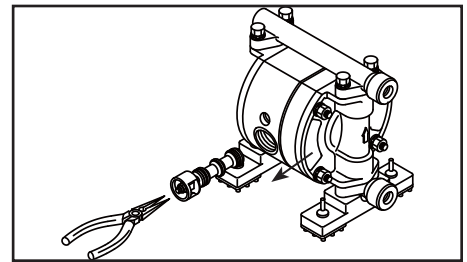

Figura 32
- Extraiga el conjunto de la válvula de carrete C, y retire los anillos obturadores del conjunto de la válvula de carrete C (consulte la Figura 32).